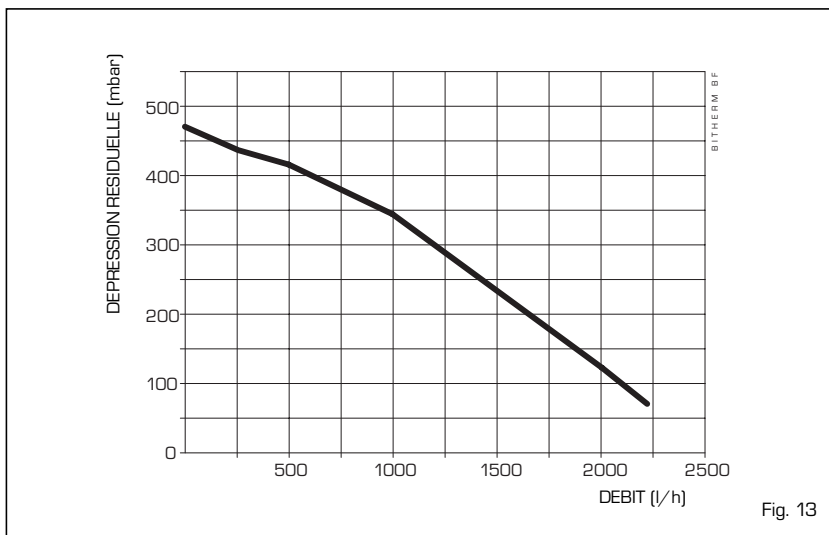

Fig. 13
3.3 DÉPRESSION DISPONIBLE POUR LE SYSTÈME (fig. 13)
Le graphique de la fig. 13 représente, en fonction du débit, la dépression résiduelle pour le système de chauffage.